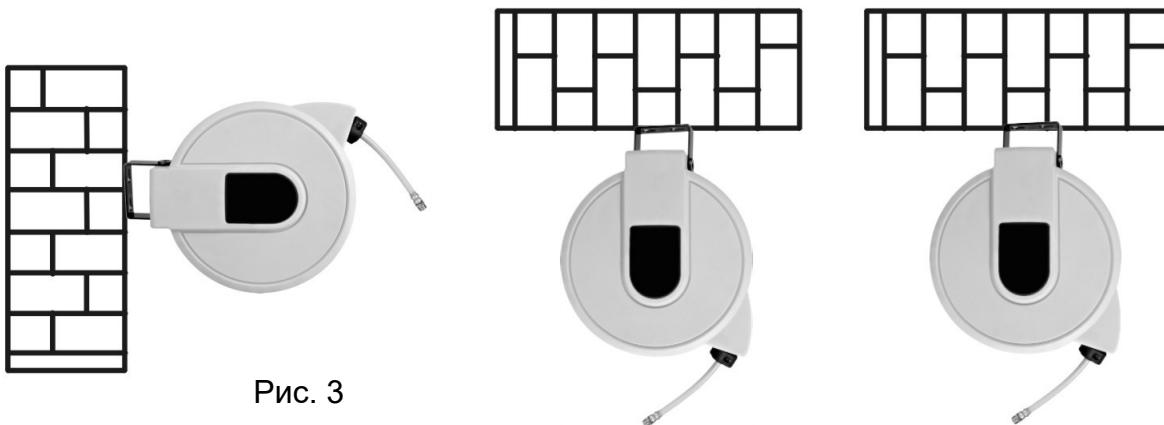

Рис. 3
- 2) В противном случае катушку можно использовать вертикально, когда она подвешена на подходящей балке или перекрытии, а также она может быть подвешена через крюк (Рис.3).